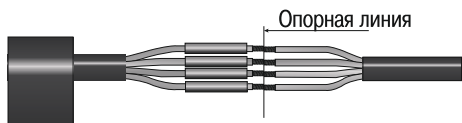

Рисунок 3
4.7 Развести жилы для удобства монтажа с изгибом радиусом десятикратного диаметра кабеля по наружному покрову, не менее, и обрезать жилы по опорной линии (для одножильного кабеля операцию пропустить) (рисунок 3).